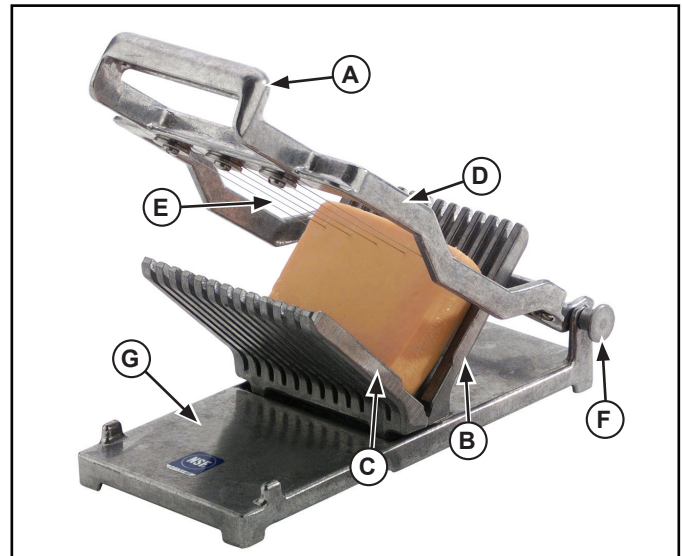

Figura 1. Características y controles.
2. Antes de usarla, verifique que la unidad esté limpia y el alambre de corte (E) esté en buen estado. Si está suelto o roto, reemplace el alambre de corte. Consulte la Figura 1.
3. Verifique que el conjunto del arco de corte (D) sea del tamaño deseado.
5. Suba el mango (A) y coloque el alimento en la guía lateral con bisagra (B) con el lado plano hacia abajo.
7. Pase el alambre de corte (E) por el alimento realizando un movimiento lento y constante.
1. Para retirar el conjunto del arco de corte (D) deslice el pasador pivote (F) hacia afuera del conjunto de la base (G). Figura 1.
2. Limpie, enjuague o rocíe totalmente la unidad, el conjunto del arco de corte (D) y el conjunto de la base (G) con agua CALIENTE.
5. Lubrique el pasador pivote (F) con aceite mineral o Petro Gel tras usar la unidad. No use aceite de cocina ya que se tornará pegajoso y puede dañar permanentemente la máquina.
6. Instale el conjunto del arco de corte (D) sosteniéndolo en su posición y deslizando el pasador pivote (F) por el conjunto de la base y el conjunto del arco de corte (D).